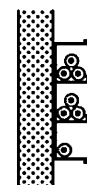

Fig. 5 : 3 - Pose dans les goulottes.
- 3 – pose dans les goulottes (de 31 à 34 A) (fig. 5) ;